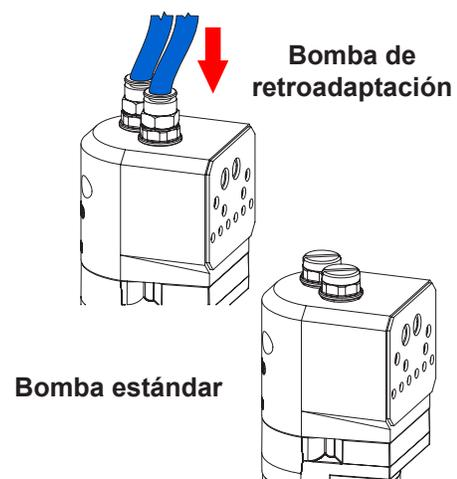

Figura 17 Volver a instalar el tubo de aire de purga
4. Ver la figura 17. Instalar los montajes del tubo de fluidificación en el cuerpo de la bomba. Apretar los conectores de acceso, volver a conectar el tubo de aire de purga.